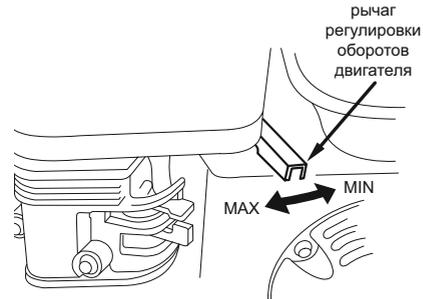

Рис. 11
- 8.7.9. Перевести рычаг регулировки оборотов двигателя на 1/3 хода в сторону положения «MAX» (см. рис. 11).